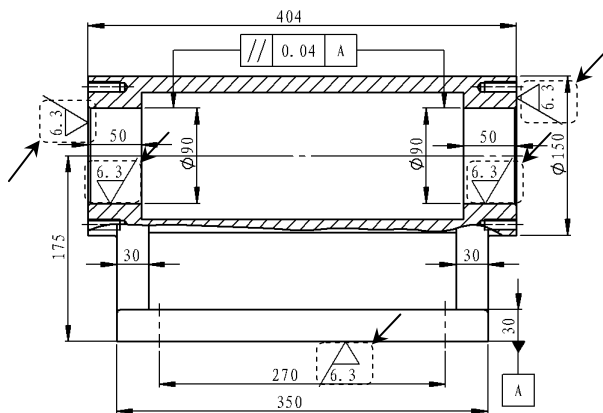

图 6.15.49 创建表面粗糙度符号
- (5) 单击“表面粗糙度”对话框中的“完成”按钮 ，完成表面粗糙度的标注，如图 6.15.49 所示。
Step2. 创建其他粗糙度符号。参照上面的步骤，创建图 6.15.49 所示的另外四个表面粗糙度符号。